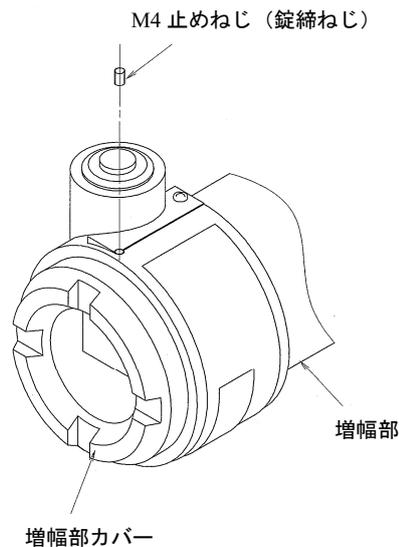
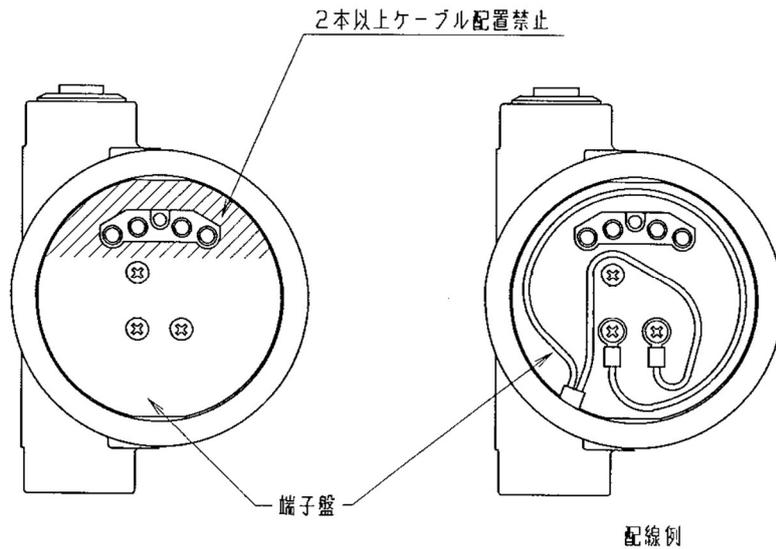
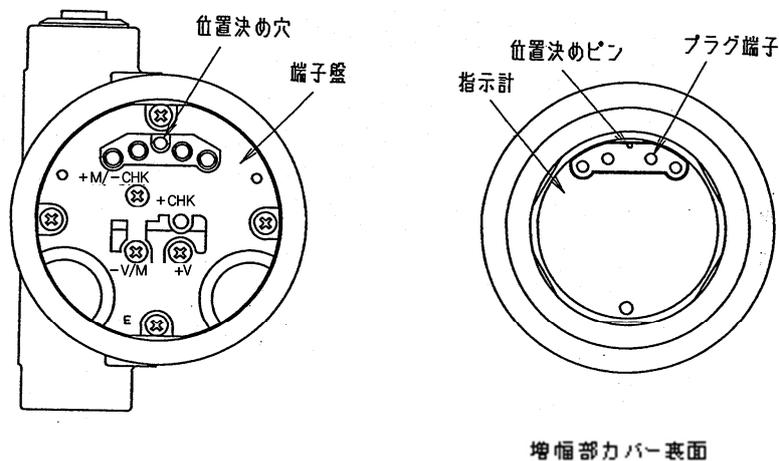
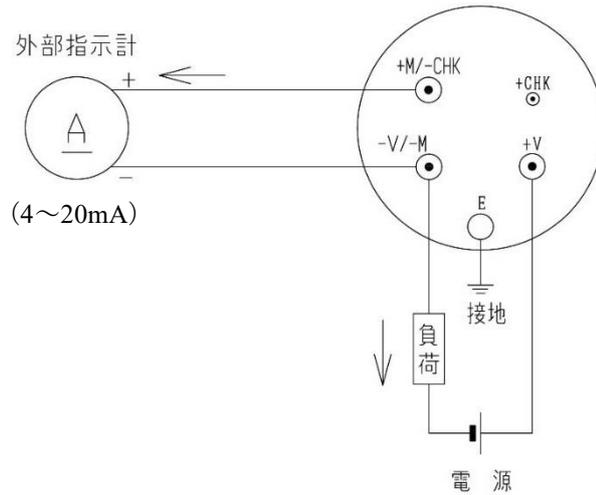

図5-4 錠締
図5-5 配線接続図
図5-6 増幅器カバーの取付け、取外し
図5-9 端子配列
- ・危険場所では通電中に増幅部カバーを開けないでください。また、増幅部カバーが容易に開かないよう、図5-4に示す、回転防止用のM4止ねじ（錠締めねじ）で増幅部カバーを固定してください。
子部の電線は図5-5のように斜線部に2本以上の電線が通らないようにしてください。斜線部に2本以上の電線があるとカバーが完全に閉まらない恐れがあります。(図5-6を参照してください)
配線完了後、カバーを元どおり取り付けます。カバーには位置決め用のピンが取り付けられています。このピンを端子盤の位置決め穴に合わせてからカバーをねじ込んでください。カバー締付け後、錠締ねじで錠締をしてください。防爆仕様の場合は、必ず錠締をしてください。防爆性能が損なわれます。(図5-4, 図5-6を参照してください)
- (1) 増幅部カバーを取り外します。防爆仕様伝送器では図5-4に示す止めねじによる増幅部カバーのロックを解除してから増幅部カバーを取り外してください。
- (2) 配線接続口の止め栓を取り外します。
- (3) 指示計接続端子+M, -M に対して、図5-9のように配線してください。